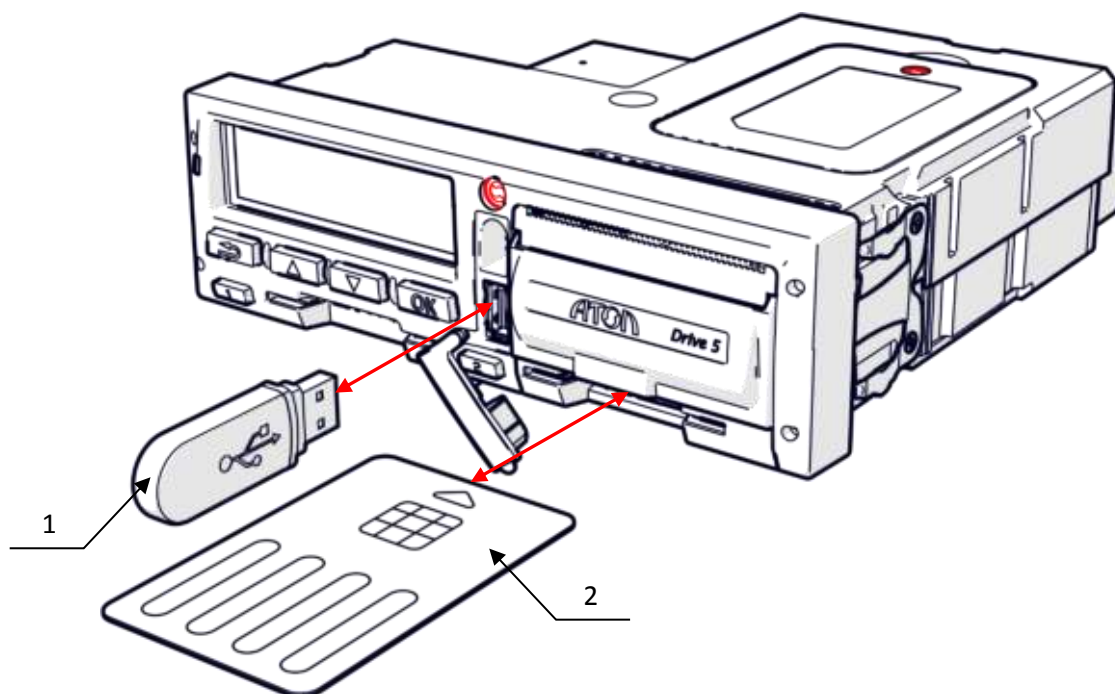

Рисунок 28. Выгрузка данных при помощи USB-накопителя
- с помощью USB накопителя. Подключение USB накопителя к тахографу производится через USB разъем – 3 (см. Рисунок 28. Выгрузка данных при помощи USB-накопителя). При этом в тахографе должна быть установлена карта предприятия, и введен ее PIN-код. Расшифровка информации, скопированной с тахографа производится с помощью специализированного ПО ParseDdd. ПО доступно для загрузки: <http://partners.atoldrive.ru/>